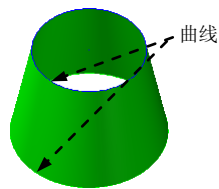
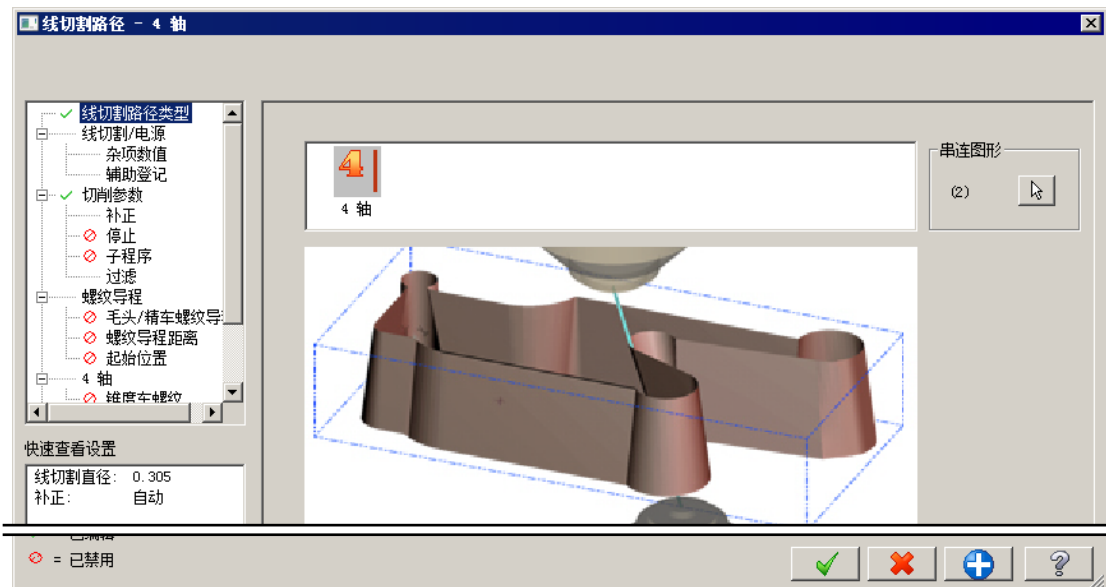

图 9.3.4 加工区域
图 9.3.5 “线切割路径-4 轴”对话框
Step2. 设置加工区域。在图形区中选取图 9.3.4 所示的两条曲线，然后按 Enter 键，系统弹出图 9.3.5 所示的“线切割路径-4 轴”对话框。